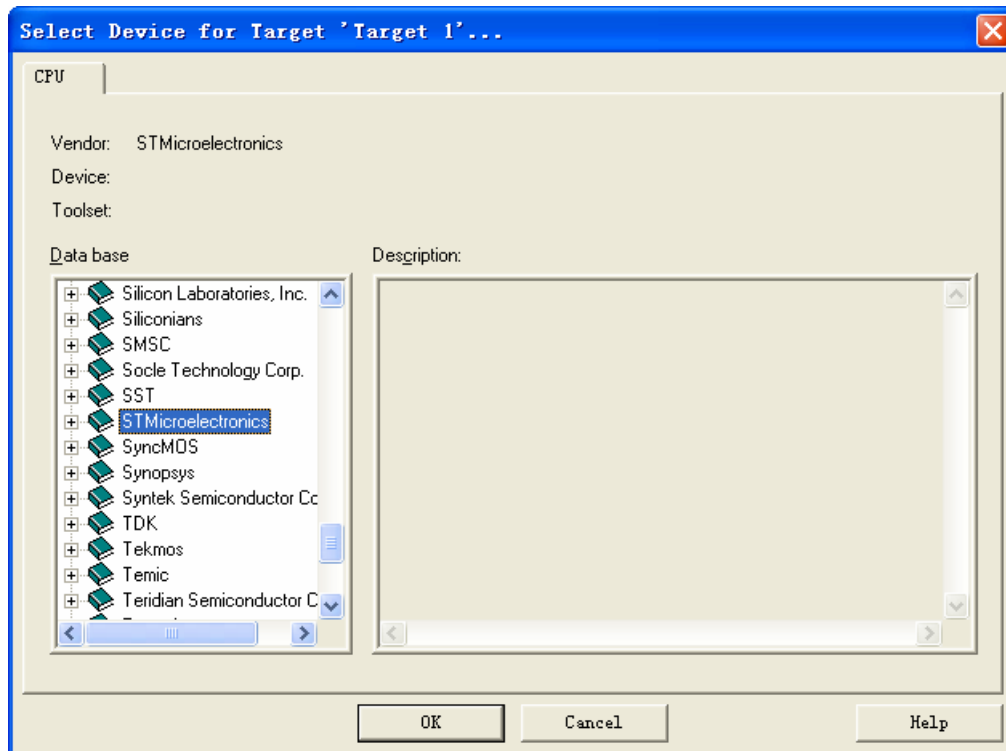
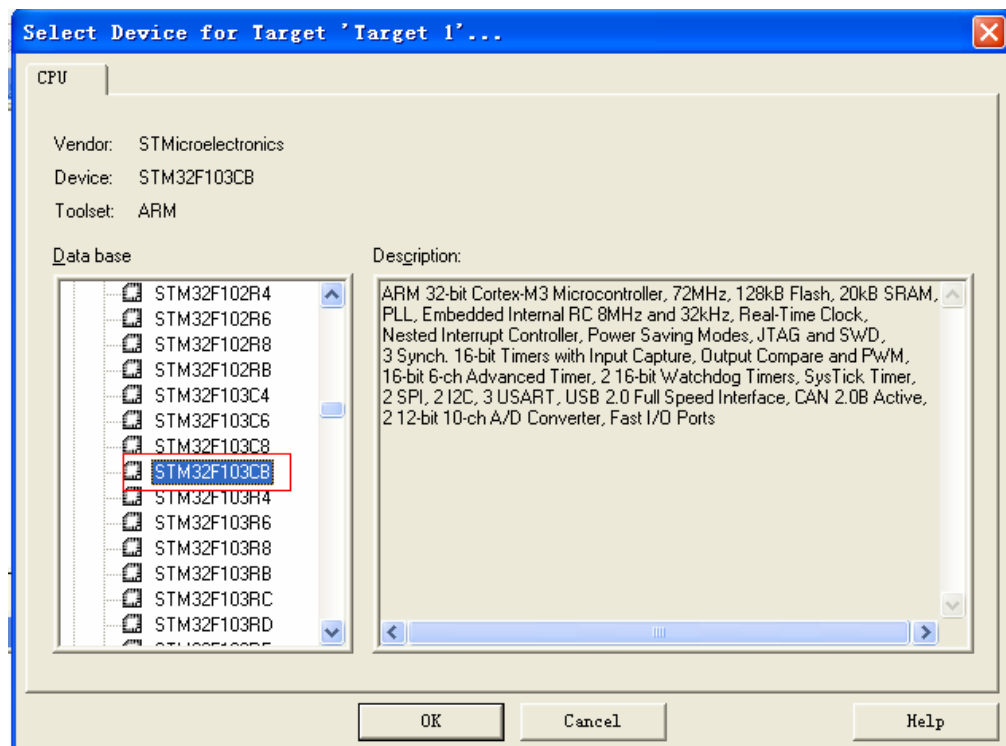

图 4-68 选择芯片公司名称
图 4-69 找到我们的芯片型号
3. 接下来的窗口是让我们选择公司跟芯片的型号，我们用神舟 STM32F103C8T6 的板子做举例说明，因为我们的神舟 STM32F103C8T6 的板子用的芯片是 ST 公司的 STM32F103C8T6，有 20K SRAM, 128K Flash，属于高集成度的芯片。按如下选择即可，如下图 4-68 所示，选择“ST”公司的芯片，再找到我们的芯片型号即可，如图 4-69 所示：